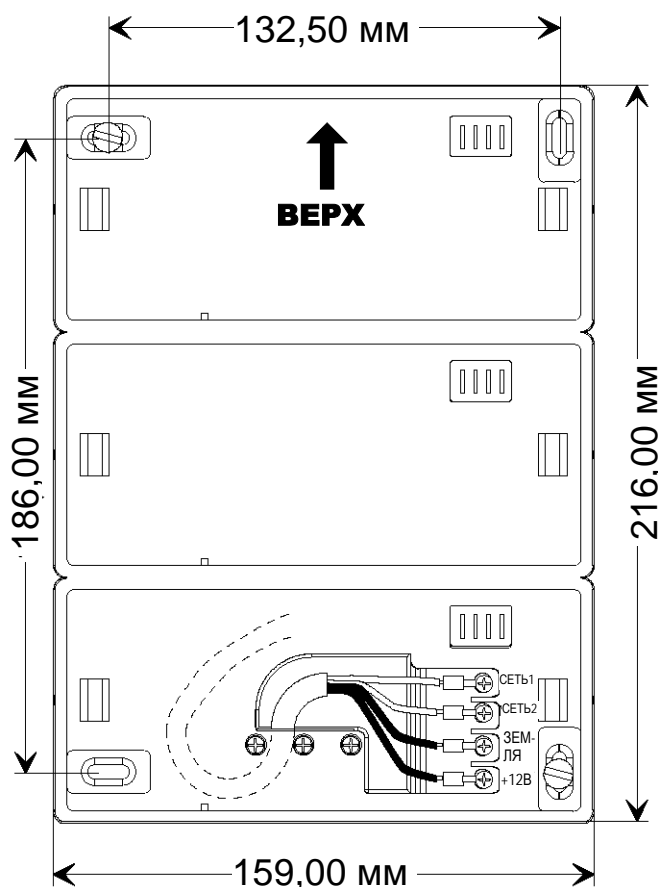

Рисунок 5. Расположение на стене - Горизонтальное положение (Тройной модуль)
5. Прикрепить кабельный обжим к контактам в направлении, показанном на Рис.5.